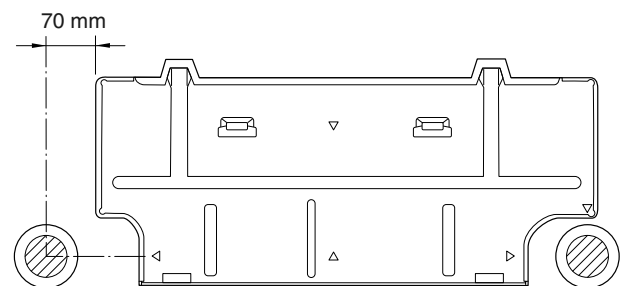

Abb. 3-78
- (1) Die Rückwand der Inneneinheit an der gewählten Wandstelle platzieren. Sicherstellen, dass die Rückwand waagrecht platziert wird, wozu eine Wasserwaage oder ein Messband zum Heruntermessen von der Decke verwendet wird. Die Rückwand erst nach Erstellen der Öffnung fest an der Wand verankern.
- (2) Festlegen, durch welche Durchführung der Einheit die Leitungen und Kabel geführt werden müssen. (Abb. 3-78)
- Bei Leitungsverlegung hinten nach links anhand der Messpunkte am Rand der Rückwand die präzise Position der Wanddurchführung ermitteln. (Abb. 3-78)
- (3) Vor Erstellen der Öffnung sicherstellen, dass sich hinter der betreffenden Wandstelle keine Träger oder Leitungen befinden.